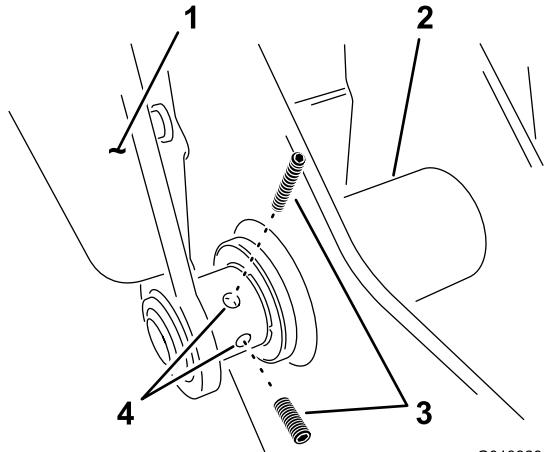

Рисунок 7
- Установите два установочных винта в левый рычаг в нижней точке шарнира (Рисунок 7).